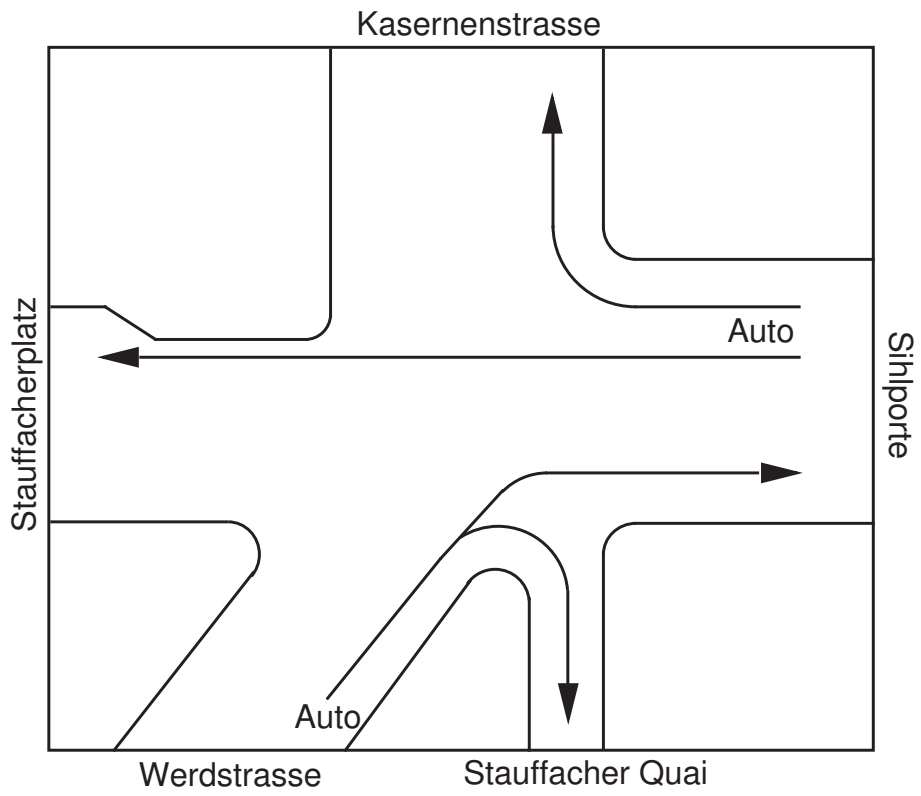

Abbildung 6: Grünlichtkombination 4.
- Grünlichtkombination 4 (Abb. 6) gibt den Automobilisten von der Sihlporte und denjenigen von der Werdstrasse Richtung Stauffacher Quai und Sihlporte freie Fahrt.
Z4	Grünlichtkombination 4 (Abb. 6)